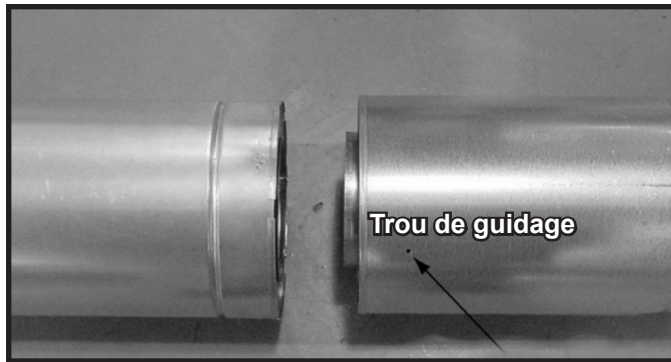

Figure 7.5 Trou de guidage de la section coulissante
- Glissez le col intérieur de la section coulissante dans la section intérieure de tuyau et la conduite extérieure de la section coulissante par dessus la section extérieure du tuyau. Voir la figure 7.5.